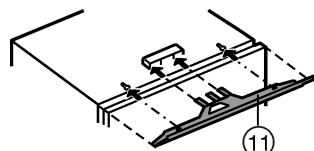

Fig. 11
- ▶ Udligningsblænden Fig. 11 (11) monteres midt på apparatet: Skub den ind i notten og hæng den ind i nøglehullerne.